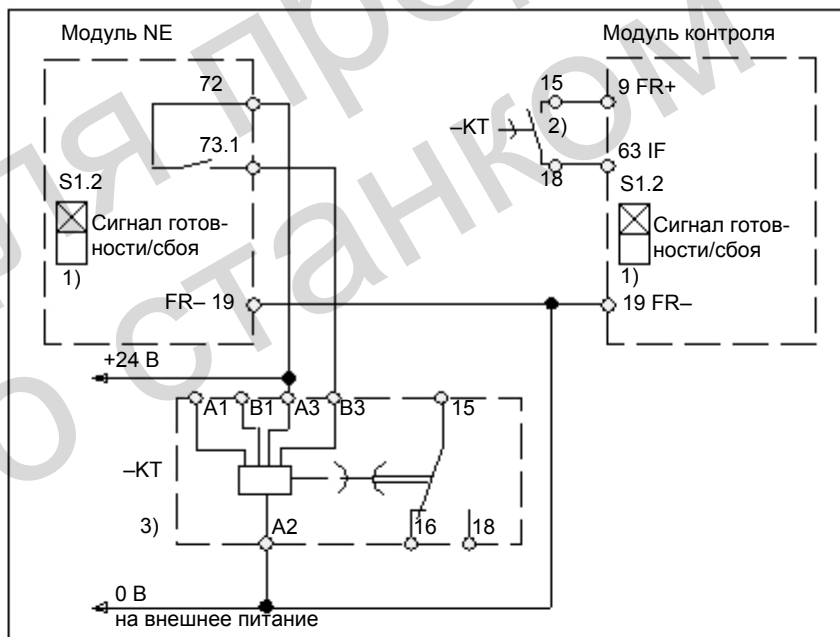

Рис. 9-7 Отключение разрешения импульсов с задержкой
- Отключение разрешения импульсов с задержкой —> см. рис. 9-7